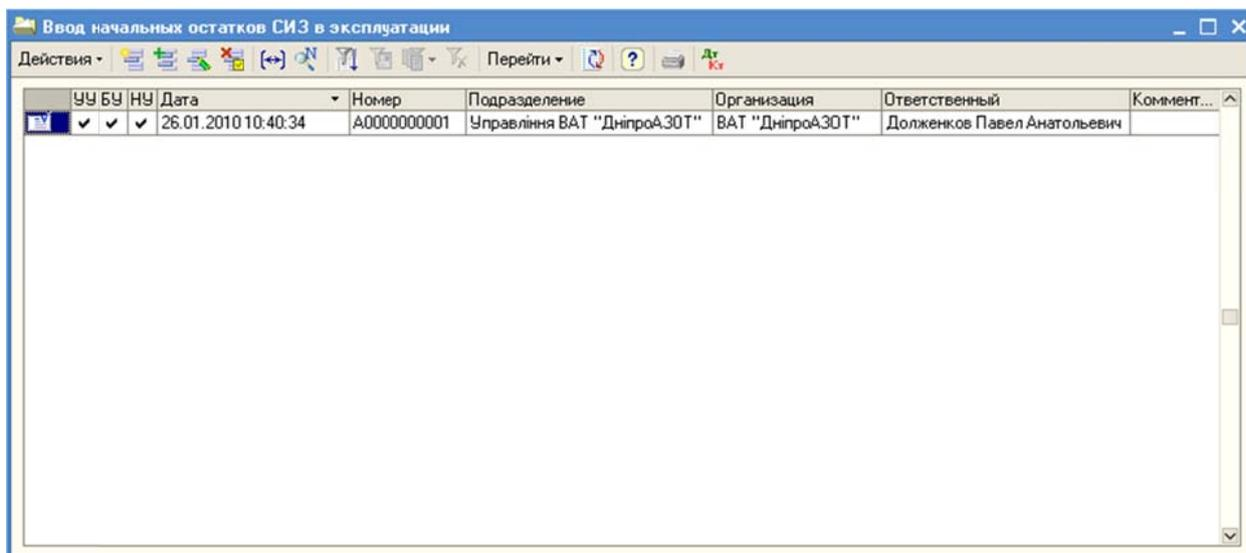

Рисунок 19 – Список документов «Ввод начальных остатков СИЗ в эксплуатации»
1. Открыть список документов «Ввод начальных остатков СИЗ в эксплуатации» (Рисунок 19), используя главное меню программного комплекса (Обеспечение -> Ввод начальных остатков СИЗ в эксплуатации).